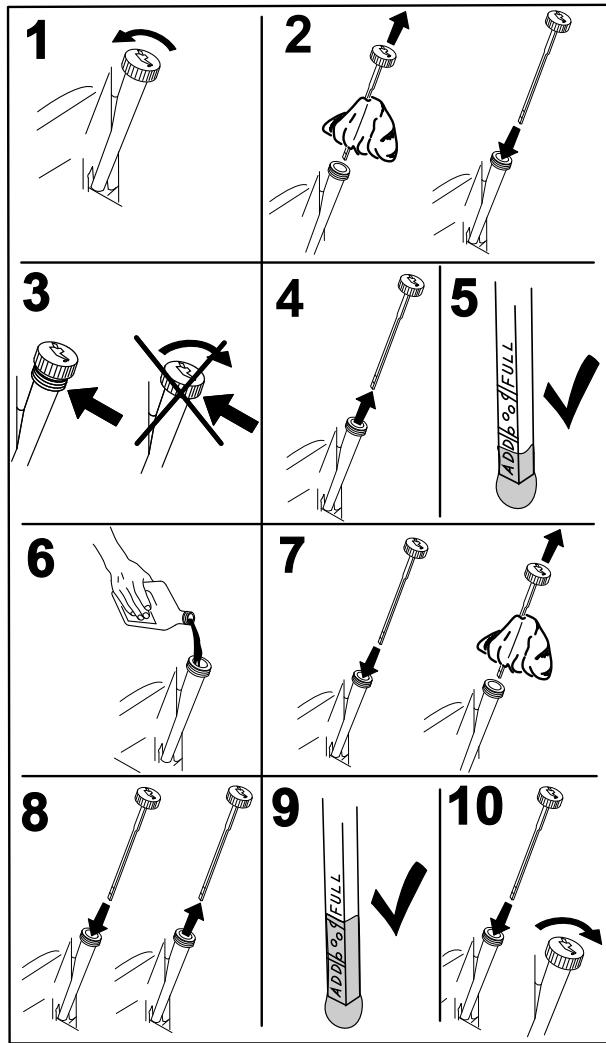

Figura 38
- Pare el motor, retire la llave y espere a que se detengan todas las piezas en movimiento antes de abandonar el puesto del operador (Figura 38).